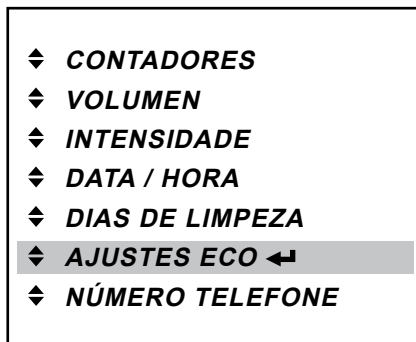

Fig. 43
- Prima a tecla Enter ◀ para aceder ao menu «AJUSTES ECO». (Fig. 43)